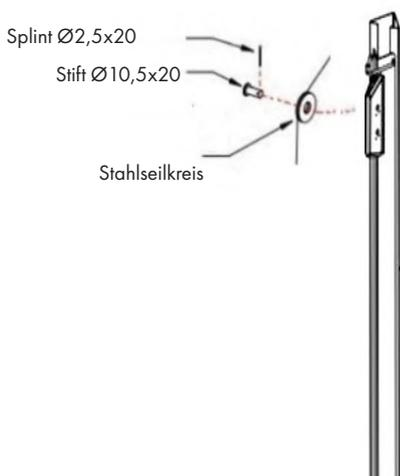

Abbildung 15
- Nehmen Sie das Seil, das um das Windenrad gewickelt ist, und führen Sie es durch den oberen Teil der Teleskopeinheit, wie in Abb.15 gezeigt.